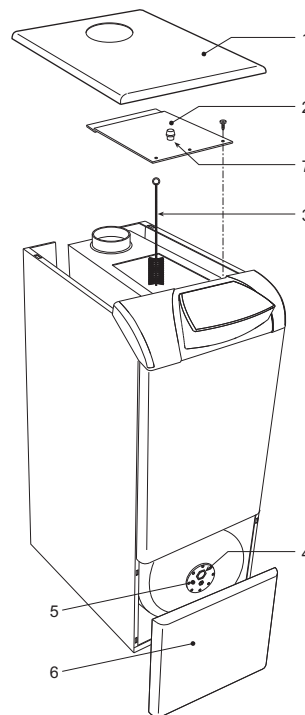

рис. 20 - Очистка котла
Для выполнения очистки котла следуйте (рис. 20) нижеприведенным указаниям:
- Демонтируйте лицевую панель бойлера (6 - рис. 20).
Состояние магниевого анода (4 - рис. 20) можно проверять снаружи, отвинтив его от фланца бойлера (после перекрытия подачи воды в систему ГВС и опорожнения бойлера).
Внутри котла, в верхней части прерывателя тяги, предусмотрена одна точка отбора проб дымовых газов (поз. 7 - рис. 20).